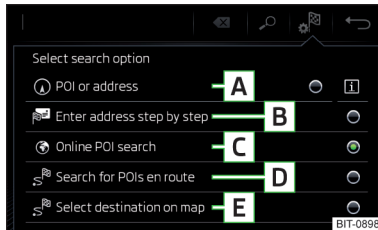

Abb. 157
#### Funktionsflächen » Abb. 157
- › Anschließend die Funktionsfläche eines der Menüpunkte für die Zielsuche **A**, **C** oder **D** antippen » Abb. 157 auf Seite 145.
- ▶ Anschließend die Funktionsfläche **B** → **E** » Abb. 157 auf Seite 145 antippen.